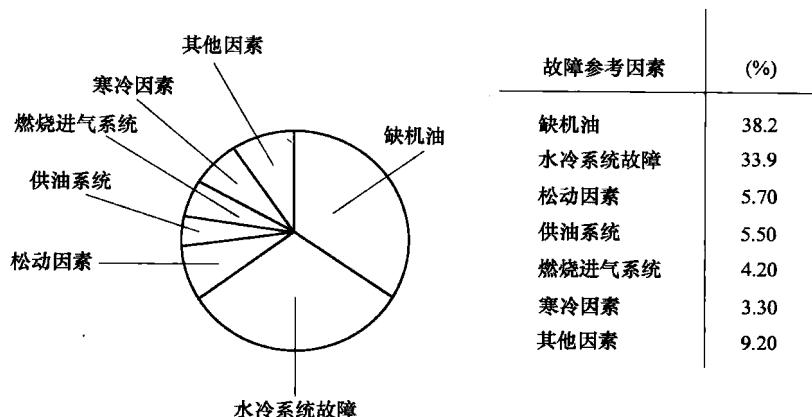

图 1-1 柴油机故障分类示意图
(1) 标准化、系列化、通用化程度高 所有机型零部件的通用性很高，按种类达 67% 以上，按件数达 85% 左右。不论是 6 缸、8 缸还是 12 缸发动机，除了曲轴箱、曲轴、凸轮轴、油底壳、喷油泵和进排气管外，其他零部件都是通用的或者是基本通用的。
(2) 结构简单、维修方便 一缸一盖结构，便于处理拉缸、调整气门间隙，以及更换活塞、缸套和活塞环等维修服务。
(3) 使用寿命长、可靠性好、故障率低 由于采用风冷系统，大大减少了冷却系统的故障率，与水冷柴油机相比，故障率降低 34% 左右，如图 1-1 所示。使用寿命可达 10000h 以上。在铁路或工程机械上使用时，该系列柴油机属于降低功率使用，实际使用功率低于额定功率 10% 以上，进一步提高了该系列柴油机的使用寿命，并且大大降低了柴油机出现故障和损坏的可能性。
(4) 噪声小、排气污染低 该系列柴油机由于采用了许多先进的燃烧理论和降低噪声的技术，因此，在其噪声水平低于相同功率的水冷柴油机的同时，也显著地降低了柴油机的排放指标。该系列柴油机的低污染机型(FL513W)，具有很好的排放指标，特别适用于矿山井下和坑道内使用，深受使用单位的欢迎。